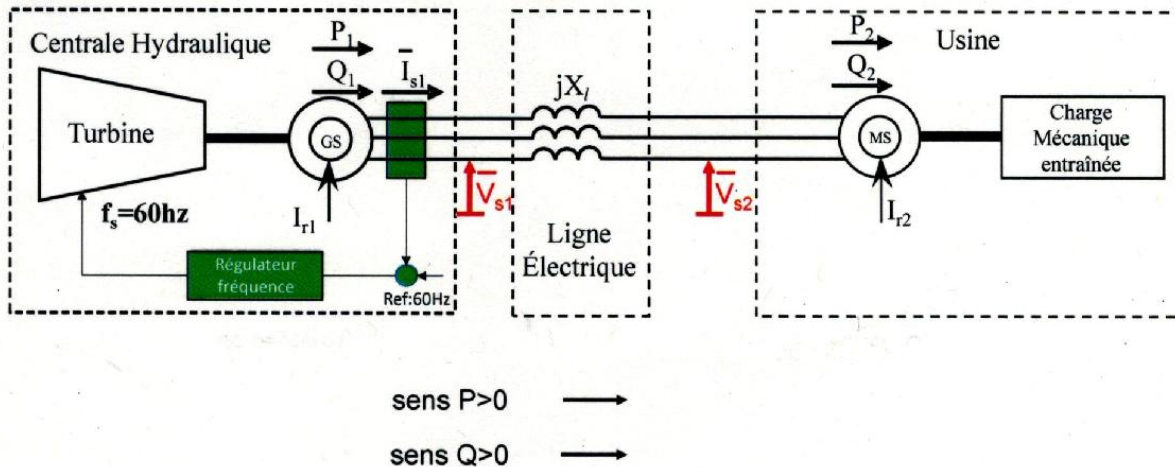

Figure 1 Réseau interne non relié de l'industrie en configuration estivale
1. Calculer le nombre de paires de pôles  $p_1$  de la génératrice synchrone GS de la centrale et le nombre de paires de pôles  $p_2$  du moteur synchrone MS de l'usine. Tracer le schéma monophasé équivalent en étoile de l'installation de la Fig.1 en utilisant les conventions de signe pour les puissances, courant & tension qui sont indiquées. (6 pts)
2. Les courant inducteurs  $I_{r1}$  de la génératrice synchrone GS et  $I_{r2}$  du moteur synchrone MS sont ajustés de manière à ce que la valeur efficace (RMS)  $U_{s1}$  de la tension ligne-ligne à la sortie de la centrale en amont de la ligne et la valeur efficace (RMS)  $U_{s2}$  de la tension ligne-ligne à l'entrée de l'usine en aval de la ligne soient égales, soit :  $U_{s1} = U_{s2} = U_{sn} = 4160V$ . Tracer pour ce point d'opération avec les conventions de signe imposées par la Fig.1 le diagramme vectoriel associé à la ligne électrique seulement (avec les phaseurs de  $V_{s1}$ ,  $V_{s2}$ , de la tension aux bornes de la réactance de la ligne et  $I_{s1}$ ) sans représenter le diagramme vectoriel des machines synchrones. (Toute erreur ou ambiguïté sur l'orientation des angles et des vecteurs dans le diagramme annule les points sur le tracé du diagramme). Établir l'expression littérale de la valeur algébrique de l'angle de déphasage  $\beta_1$  entre les tensions en amont et en aval de la ligne. Calculer la valeur en degrés de cet angle. En déduire la valeur algébrique des angles de déphasage  $\varphi_1$  et  $\varphi_2$  entre le courant dans la ligne et les tensions en amont et en aval de la ligne. Calculer la valeur efficace  $I_{s1}$  du courant qui circule dans la ligne entre la centrale et l'usine. (15 pts)
diagramme vectoriel complet de l'installation de la Fig. 1 en y rajoutant le diagramme vectoriel de la génératrice synchrone GS et du moteur synchrone MS. (Toute erreur ou ambiguïté sur l'orientation des angles et des vecteurs dans le diagramme annule les points sur le tracé du diagramme). Sans faire de calcul, peut-on dire que la génératrice synchrone GS de la centrale produit ou consomme effectivement de la puissance réactive? Justifier clairement votre réponse. Sans faire de calcul, peut-on dire que moteur synchrone MS de la centrale produit ou consomme effectivement de la puissance réactive? Justifier clairement votre réponse. Calculer la valeur du courant inducteur  $I_{r1}$  de la génératrice synchrone GS et du courant inducteur  $I_{r2}$  du moteur synchrone qu'il faut appliquer pour obtenir ce point de fonctionnement avec  $U_{s1} = U_{s2} = U_{sn} = 4160V$ . Calculer alors la valeur algébrique (valeur signée) de la puissance active  $P_1$  et de la puissance réactive  $Q_1$  échangées à la sortie de la centrale en tenant compte des conventions de signe imposées. Calculer la valeur algébrique (valeur signée) de la puissance active  $P_2$  et de la puissance réactive  $Q_2$  échangées à l'entrée de l'usine en tenant compte des conventions de signe imposées. Calculer la valeur algébrique de la puissance réactive  $Q_l$  dans la ligne inductive. Écrire le bilan total de puissance active et le bilan total de puissance réactive dans le réseau de la Fig.1 et vérifier vos calculs en montrant qu'il est effectivement équilibré. (24 pts)